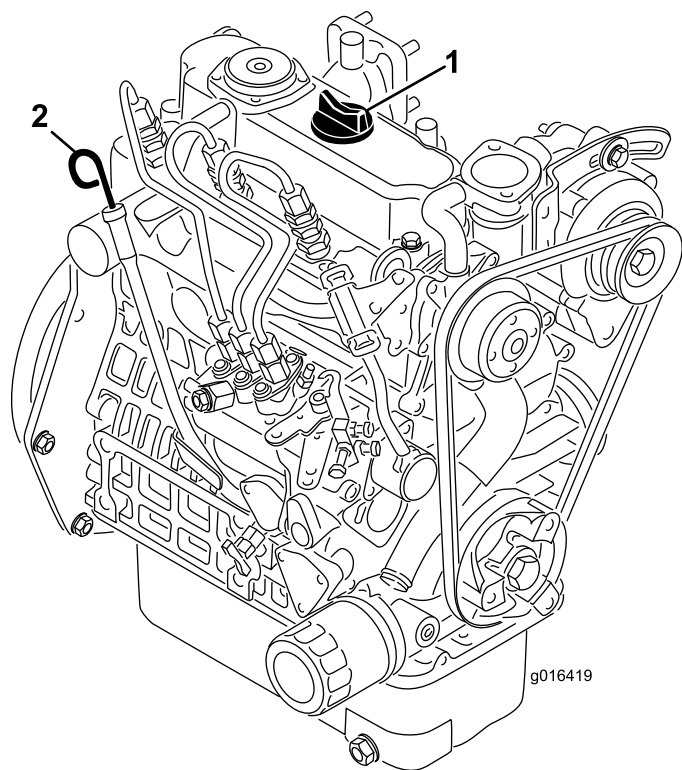

Figura 33
2. Retire a vareta e limpe-a com um pano limpo (Figura 33).